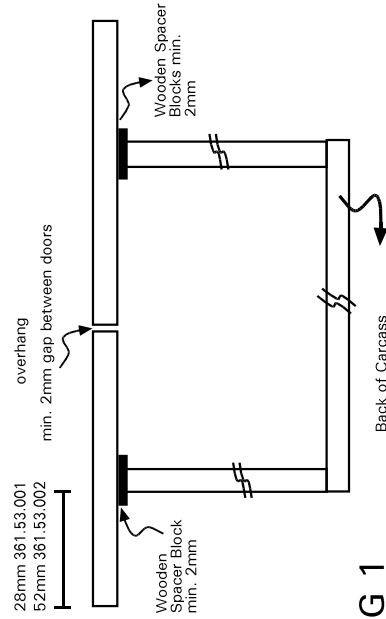
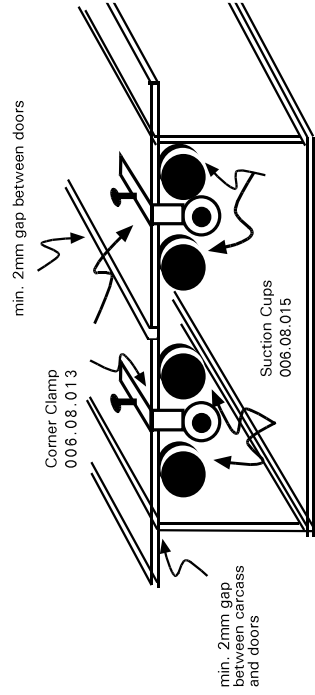

FIG 1
FIG 2
- All door glass sizes must be correct allowing for approx. **2mm gap** between double doors and between door and carcass. (See Fig.1)
- Allow a **28mm** (Cat.No.361.53.001) and a **52mm overhang** (Cat.No.361.53.002) beyond carcass and door/doors. (See Fig.1)
- Place door/doors on carcass in the **closed** position and ensure that they are **correctly spaced** and supported from within the carcass by mechanically clamping and **fixing** them so they cannot move during the bonding process. We recommend the use of Häfele eccentric suction stops (Cat.No.006.08.015), and the Häfele corner clamps (Cat.No.006.08.013) with the relevant wooden spacer blocks where necessary. (See Fig.1 and Fig.2)
- Die Glastüren müssen so angefertigt sein, daß ein **Spalt von 2 mm** zwischen den Türen sowie zwischen dem Korpus und der Tür besteht (s.Abb.1)
- Sehen Sie einen **ausreichenden Seitenüberstand** (min. 28mm - Art.Nr.361.53.001 oder min. 52mm - Art.Nr.361.53.002) der Türen zum Korpus vor. (s.Abb.1)
- Bringen Sie die Tür/Türen an den Korpus in **geschlossenem** Zustand an und stellen Sie sicher, daß die Türen **korrekt platziert** und innerhalb des Korpus **fest** eingespannt sind, so daß sie während des Klebevorgangs nicht verrutschen können. Wir empfehlen die Verwendung des Häfele Exzenteranschlags (Art.Nr.006.08.015) und entsprechende Distanzstücke, wo erforderlich, z.B. Klotzholz und das Häfele Spannwinkel (Art.Nr.006.08.013) zur Konterfixierung. (s. Abb. 1 und 2).